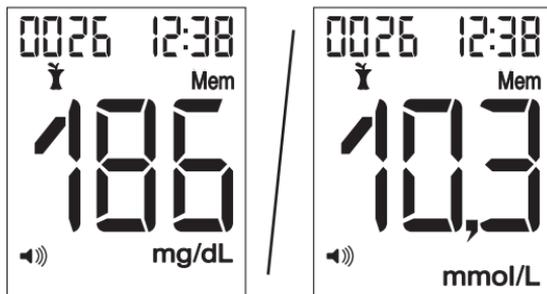
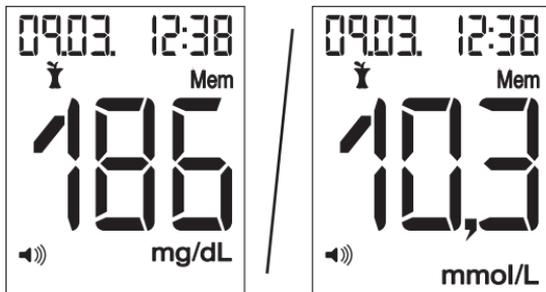

Bild 1
Bild 2
- 2 Der hinterlegte Messwert mit Messeinheit, Uhrzeit, „Mem“ und evtl. vorhandener Messwert-Markierung wird zusammen mit der Speicherplatznummer kurz angezeigt (Bild 1). Danach wird die Anzeige der Speicherplatznummer durch das Datum ersetzt (Bild 2).